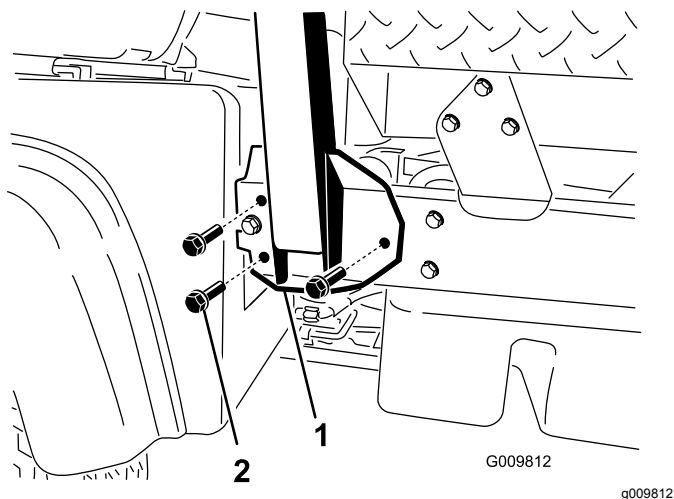

Figura 4
2. Allineate ciascun lato del ROPS con i fori di montaggio su ciascun lato del telaio della macchina (Figura 4).
3. Fissate ciascun lato della staffa di montaggio del ROPS al telaio della macchina con 3 bulloni a testa flangiata ($\frac{1}{2}$ " x $1\frac{1}{4}$ ") (Figura 4).